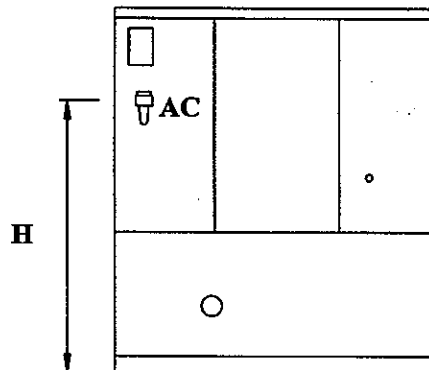

fig. 23
4.13 COMPRESSED AIR CONNECTION (AC) *(Only H1255 model)*
- Refer to Connection Technical Sheet of the corresponding model for sections, dimensions and flow for connection AC (fig. 23).
4.13 CONEXION DE AIRE COMPRIMIDO (AC). *(Solo modelo H1255).*
- Ver Hoja Técnica de Conexiones del modelo correspondiente para sección, cotas y caudal de conexión AC (fig. 23).
4.13 RACCORDEMENT D'AIR COMPRI ME (AC) *(Seulement modèle H1255)*
- Voir Feuille Technique de Raccordements du modèle correspondant pour section, cotes et débit de raccordement AC (fig. 23).